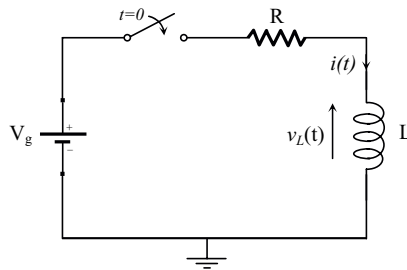

Figura 8. Circuito RL.
Para un circuito RL como el que se representa en la figura 8, la forma de encontrar $i(t)$ y $v_L(t)$ es similar. La única salvedad consiste en aplicar la condición inicial apropiada que en este caso será $i_L(t=0^+) = 0$, o lo que es lo mismo, $v_L(t=0^+) = V_g$.
- 5.- Repetir el ejercicio anterior con el circuito de la figura 8, red RL. Nombre de los componentes: **VPULSE** (fuente de tensión), **R** (resistencia), **L** (bobina)